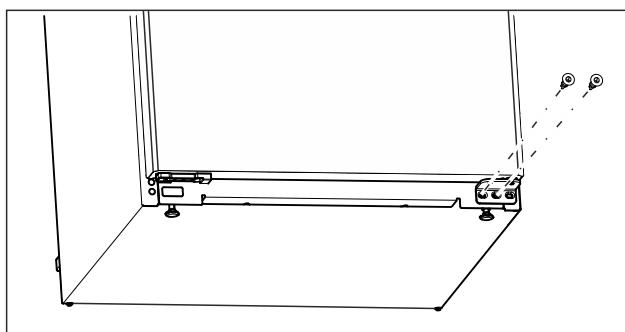

Fig. 12
- Відкрутіть середній гвинт на нижньому опорному кронштейні за допомогою викрутки Torx 20. (див. Fig. 12)
- Відкрутіть внутрішній гвинт на нижньому опорному кронштейні за допомогою викрутки Torx 20. (див. Fig. 12)